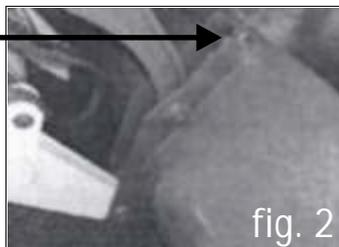

fig. 2
- Establezca los ciclos de trabajo tan cortos como sea posible. La posición del camión es muy importante para ciclos rápidos (**Ver Fig. 2**). Disponga de algunos minutos para allanar el área de trabajo, si es necesario. Las pistas llanas y el área de estacionamiento de los camiones plana aceleraran la conclusión del trabajo.